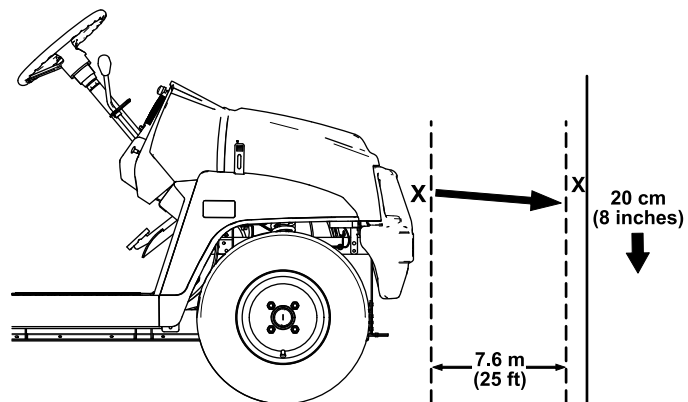

図 52
1. 平らな場所で、ヘッドライトを壁に向け、ライトと壁の距離が7.6 m 程度になるように駐車する 図 52。
ヘッドライトのビームの最も明るい部分が、壁に付けた印の約 20 cm 下を照らしていればよい 図 52。